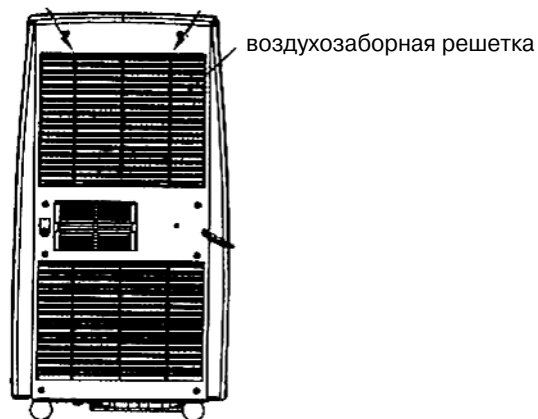

Рис. 6.1
- Откройте крышку фильтра на задней панели кондиционера и извлеките фильтр из установочного отверстия на внутреннем блоке (рис. 6.1)